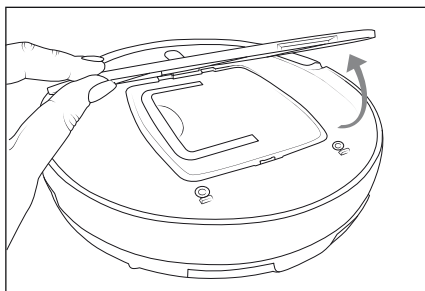

Fig. 5
- 1) Retire la cubierta **13** del depósito de polvo **12** y tire del asa para desmontarlo del aparato (consulte las figs. 5 y 6).